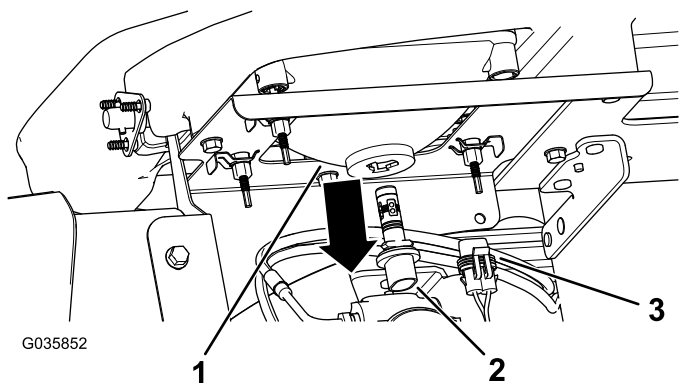

図 41
3. ヘッドライトハウジングの裏側からきているランプアセンブリ用ハーネスコネクタを外す 図 41。
4. ランプアセンブリを左に¼回転させて後ろに引き抜いてヘッドライトハウジングから取り出す 図 41。
5. 新しいランプアセンブリとヘッドライトハウジングを入れ、ランプアセンブリについているタブをヘッドライトハウジングのスロットに合わせる 図 41。
6. ランプアセンブリを右方向に ¼ 回転させて取り付ける 図 41。
7. ハーネス用のコネクタを、新しいランプアセンブリのコネクタに接続する 図 41。